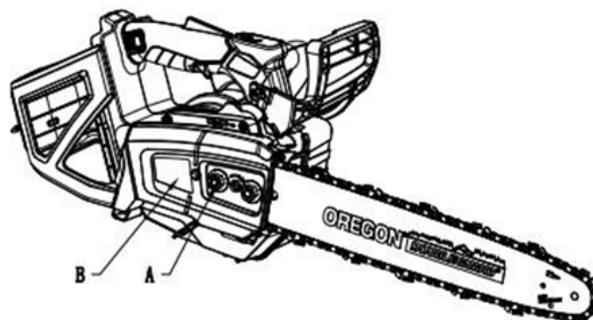

Fig 8
5. Apriete la tuerca de la cubierta del piñón de cadena (A) para instalar la cubierta de este (B) (Fig. 8).